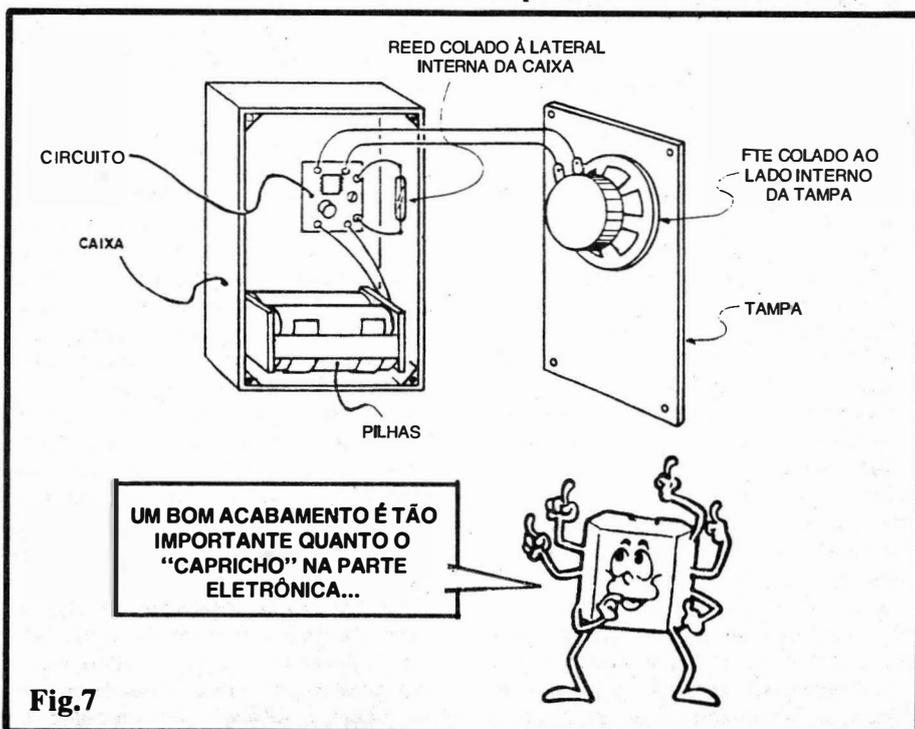

Fig.7
- FIG. 7 - SUGESTÕES PARA O "ENCAIXAMENTO" DO CIRCUITO, EM CONTAINER DE PEQUENAS DIMENSÕES - Caixas plásticas padronizadas, próprias para abrigar circuitos (em diversos volumes e formas...) são fáceis de encontrar nas Lojas de componentes... Seguramente o Leitor/"Aluno" encontrará uma na qual "caiba" a placa, o alto-falante, o suporte com as pilhas, etc. Num arranjo básico (válido para caixa pequena), as "coisas" poderão ser acomodadas conforme mostra a figura... Observem, principalmente, as localizações e posicionamentos do suporte com as pilhas (em posição horizontal, no fundo do container), do pequeno alto-falante (colado à tampa da caixa, na qual devem ser feitos furinhos para a devida "saída" do som...), da plaquinha do circuito (presa com parafuso e porca, ou mesmo com adesivo de epoxy, à parte interna das "costas" da caixa...) e do REED (Interruptor Magnético), fixado junto à lateral interna da caixa, na posição indicada, de modo que entre o dito REED e o exterior apenas se interponha a espessura da própria lateral do container, permitindo uma eficiente ação do campo magnético externamente aplicado pelo imã, na instalação final (detalhes mais à frente). Observem que, se for usado um REED encapsulado, ele não precisa, forçosamente, ser fixado no interior da caixa... Nesse caso, o Interruptor Magnético pode ficar em posição externa, fixado por parafusos e porcas, apenas com seus dois fiozinhos ("rabi-
- Se o circuito foi “encaixado” conforme a sugestão dada na fig. 7, a instalação final (no caso do exemplo para a proteção de uma porta comum...) poderá ser feita de acordo com o diagrama: a caixa (contendo circuito, pilhas, falante, REED, etc.) deve ser presa ao batente da porta, usando-se eventualmente braçadeiras ou suportes em “L”, mais parafusos apropriados. A face em cujo interior encontra-se o REED deve ficar perfeitamente alinhada com a quina do batente, junto à fresta determinada pela folha da porta, quando fechada... Em posição exatamente “confrontante” com aquela ocupada pelo REED, porém na folha da porta, o pequeno imã deve ser fixa-